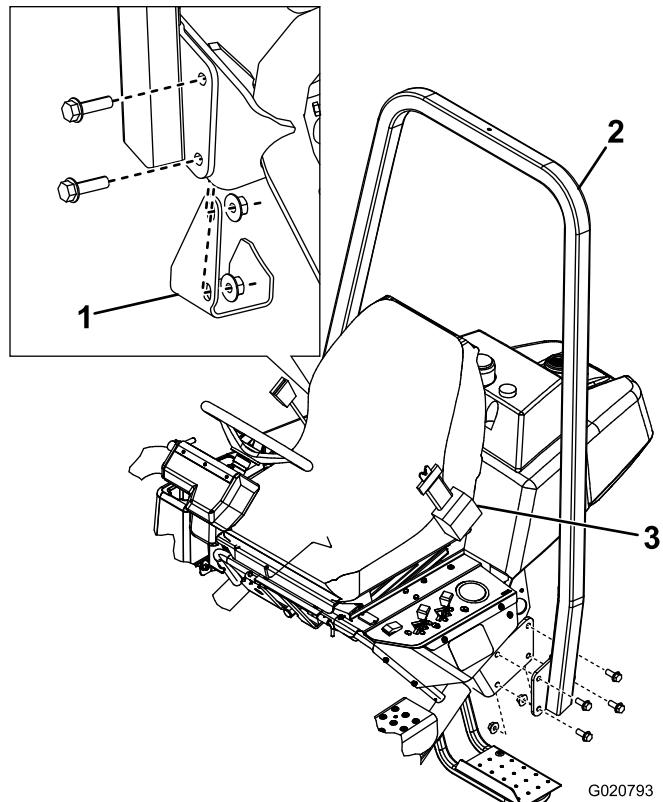

Figura 6
2. Baixe a estrutura ROPS (Figura 6) para os suportes de montagem, alinhando os furos de montagem.